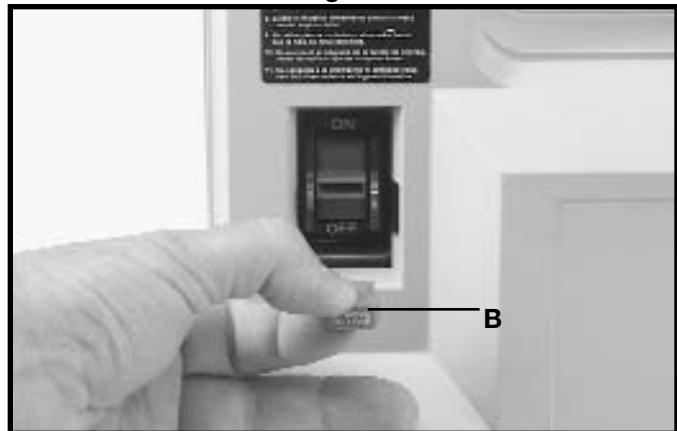

Fig. 16
IMPORTANTE: Cuando la sierra caladora no esté en uso, el interruptor debe estar bloqueado en la posición de apagado. Esto puede realizarse tomando la palanca del interruptor (B) Fig. 16 y quitándola por completo de la máquina, como se ilustra. Con la palanca (B) fuera de sitio, el interruptor no funcionará. No obstante, si llegase a quitarse la palanca mientras que la máquina esté funcionando, el interruptor puede ser apagado una sola vez, pero no puede ser reactivado sin la inserción de la palanca del interruptor (B).